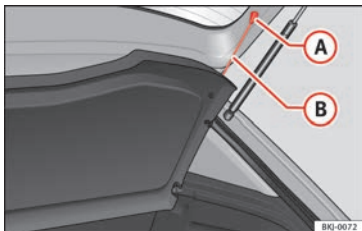

Abb. 160 Im Gepäckraum: Gepäckraumabdeckung aus- und einbauen.
- Hängen Sie die Haltebänder »» **Abb. 160** (B) aus den Aufnahmen aus (A).
- Hängen Sie die Haltebänder »» **Abb. 160** (B) an der Heckklappe ein.